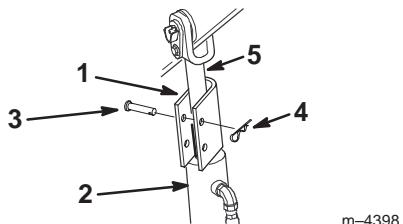

Figure 18
- Posez un dispositif de verrouillage sur chaque tige de vérin (Fig. 18).
- Fixez chaque dispositif à l'aide d'un axe de chape et d'une goupille fendue (Fig. 18).